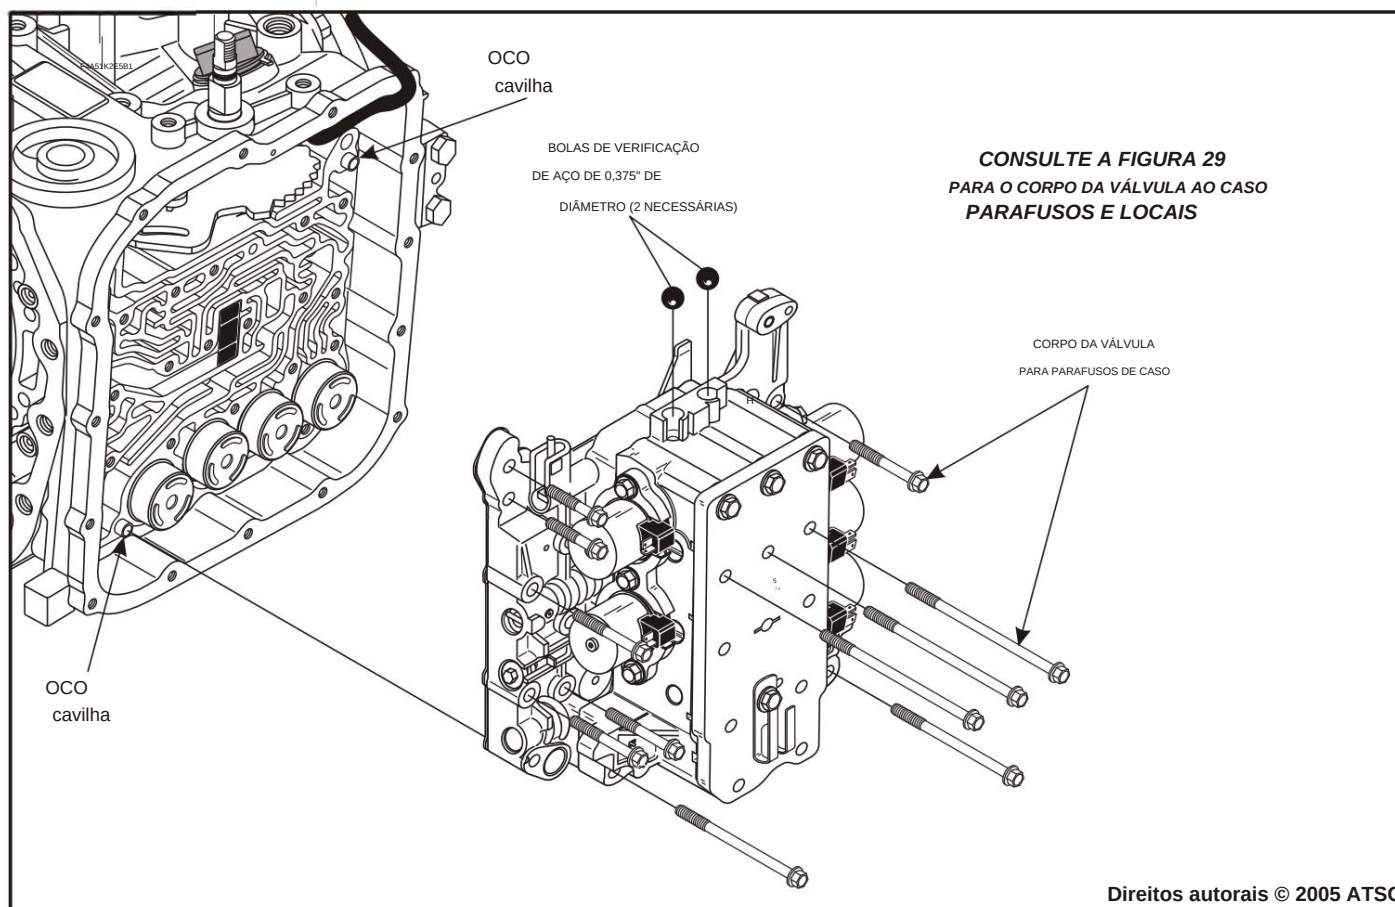

Figura 30
8. Remova os parafusos do corpo da válvula à caixa e o conjunto do corpo da válvula, conforme mostrado na Figura 30.
9. Observe as duas esferas de aço na parte superior do corpo da válvula, conforme mostrado na Figura 30.